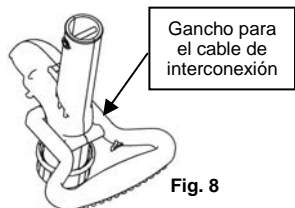

Fig. 8
2. Presione el cable de interconexión dentro del gancho ubicado en la parte interna del mango de transporte. (Fig. 8)